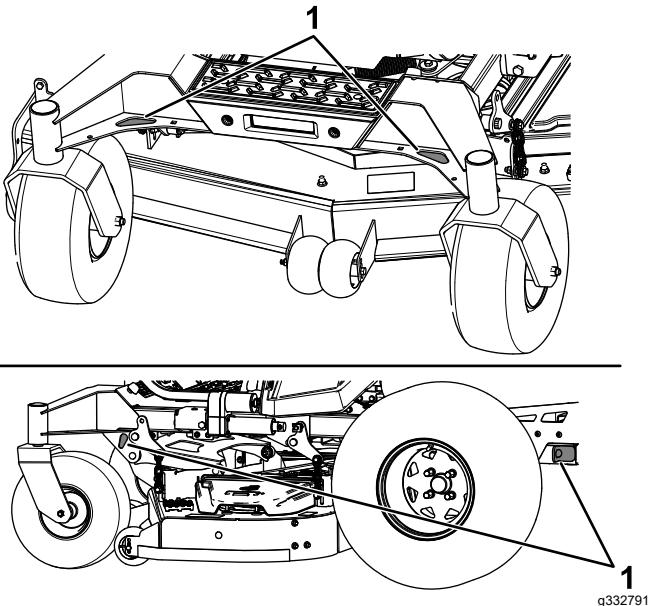

Figura 33
6. Amarre la máquina junto a las ruedas giratorias delanteras y el bastidor trasero con correas, cadenas, cables o cuerdas (Figura 33). Consulte la normativa local respecto a los requisitos de amarre.